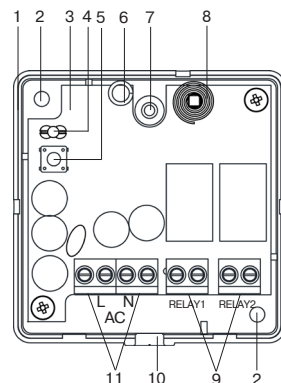

Рисунок 1 – Основание корпуса с печатной платой
7.4 В случае отсутствия прерывистого включения индикатора зеленым цветом (режим «Связывание»), нажмите и удерживайте функциональную кнопку не менее 8 с (поз. 5, рис. 1) до появления индикации режима связывания.
8.1 Для оценки качества радиосвязи с ППК нажмите функциональную кнопку (поз. 5, рис. 1) и удерживайте ее в течение не менее 3-х с, но не более 6 с.